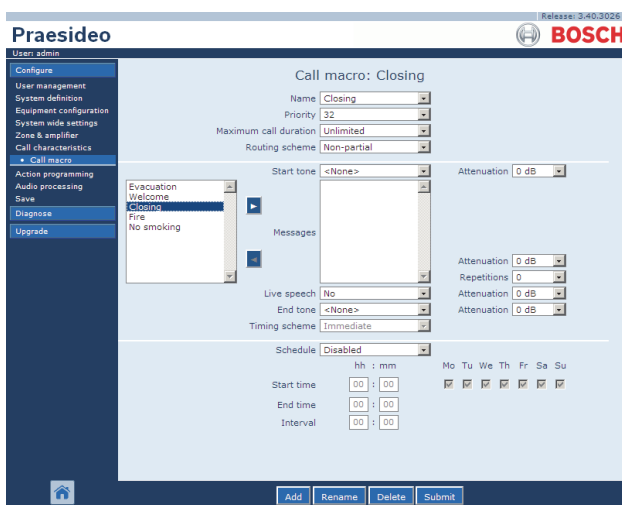

abbildung 47.5: Neues Ansagemakro erstellen, Schritt 4
- 4 Klicken Sie auf die Schaltfläche *OK*, um das Ansagemakro zur Liste der Ansagemakros des Systems hinzuzufügen. Im Mainframe der webbasierten Benutzeroberfläche erscheint ein Bildschirm, der dem in abbildung 47.5 ähnelt.